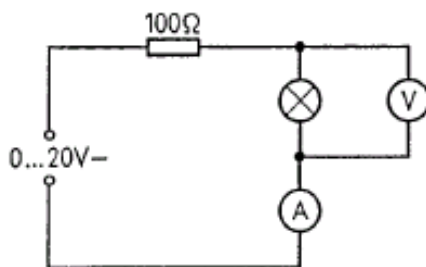

Fig. 6: Circuito utilizado para determinação da resistência elétrica da lâmpada à temperatura ambiente.
31. Monte o circuito esquematizado na Fig. 6, onde o resistor de  $100\ \Omega$  é conectado em série com a lâmpada para permitir um ajuste fino da corrente no circuito, além de limitar a corrente máxima através da lâmpada.